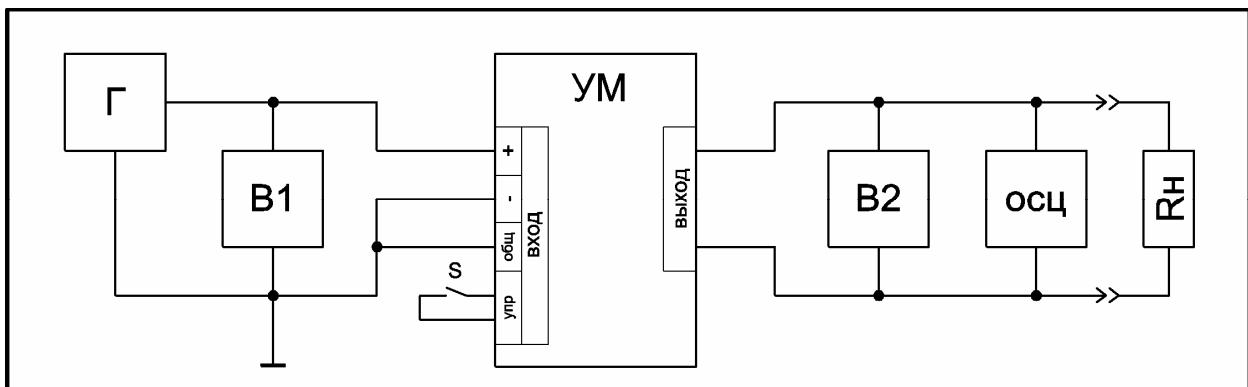

Рис.2 Схема измерений
11.4. Измерения проводят по несимметричной схеме подачи входного сигнала, приведенной на рис. 2. Генератор сигналов подключают поочередно ко входам 1, 2 и 3, подавая сигнал на контакты, обозначенные знаком «+», а контакты, обозначенные знаком «-» соединяют с общим проводом.(см. схемы разъемов). При подаче сигналов на вход 2 и 3 с помощью переключателя S подают сигналы управления для активации этих входов (см. п.п. 9.6., 9.7.)